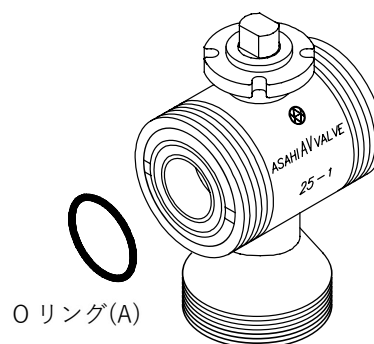

図 5.2-2
- 6) Oリング(A)がボディに正しく装着されていることを確認します。(図 5.2-2)